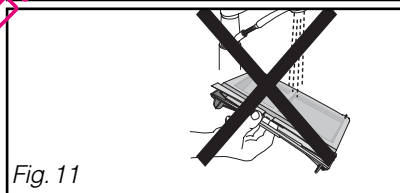

Fig. 11
**Il ne doit surtout pas être passé sous l'eau (Fig. 11).**